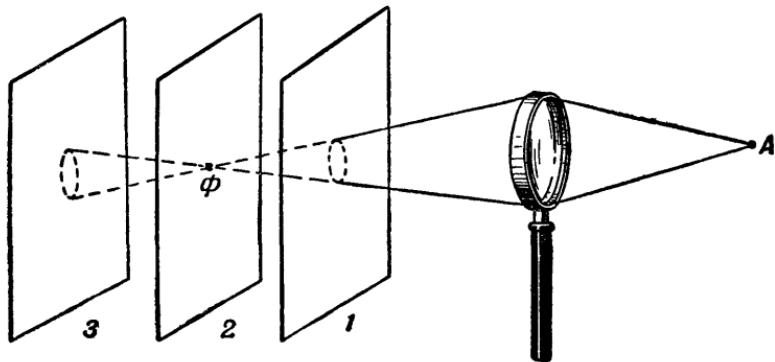

Рис. 4. Резкое изображение световой точки А получается только в фокусе линзы  $\Phi$
Рис. 4 поясняет, почему это так происходит. Лучи от точки  $A$  проходят через линзу и идут далее сходящимся пучком. Пройдя точку  $\Phi$ , называемую фокусом линзы, они снова расходятся. На рисунке изображён экран в трёх положениях: между линзой и точкой  $\Phi$  (1), в точке  $\Phi$  (2) и за точкой  $\Phi$  (3). Понятно, что только в точке  $\Phi$  мы имеем резкое изображение источника света  $A$ . В двух других положениях вместо точки мы получим расплывчатое круглое пятно. В этом и причина уменьше-